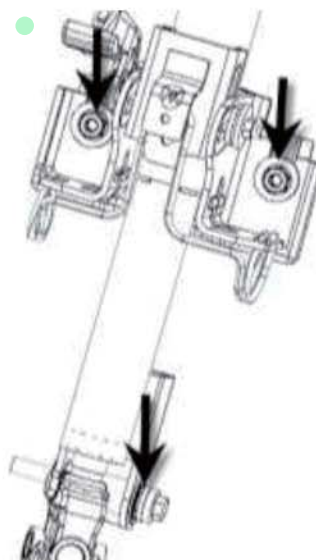

图 4-11 拆下机械转向管柱
① 确认所有与管柱连接的线束均已脱离。
② 松开管柱上安装点的螺母与下安装点的螺栓，如图 4-11、4-12 所示，取下转向管柱及万向节。